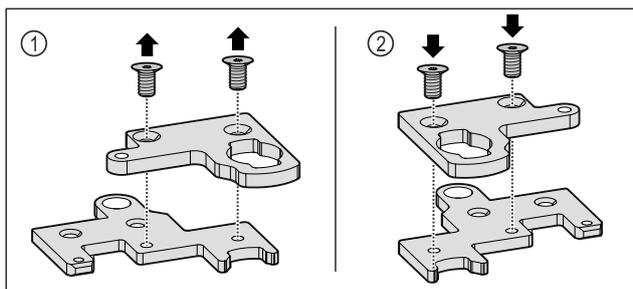

Fig. 34
- ▶ Razstavite dvodelni kotnik tečaja na dele. Fig. 34 (1)
- ▶ Dvodelni kotnik tečaja znova vgradite obrnjenega za 180°. Fig. 34 (2)